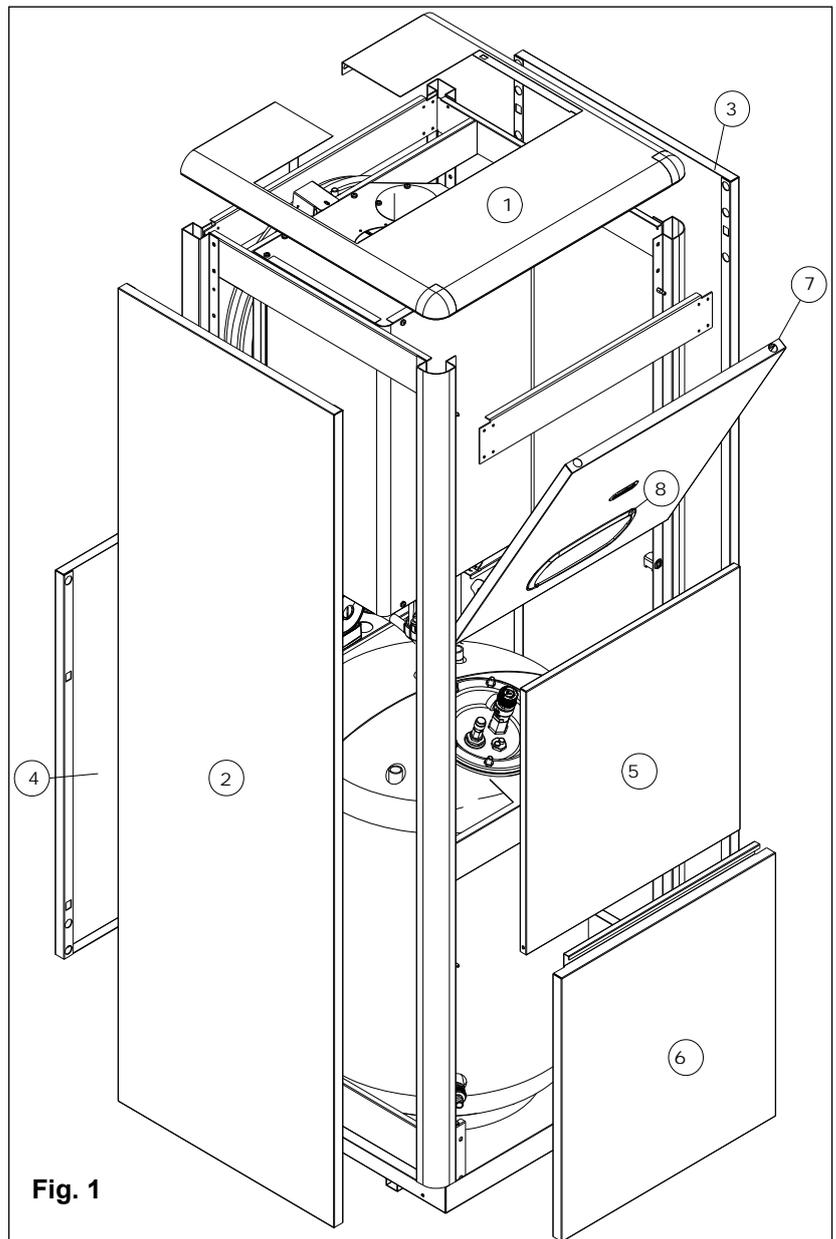

Fig. 1
- b. tirare verso l'alto il coperchio superiore (fig. 1);